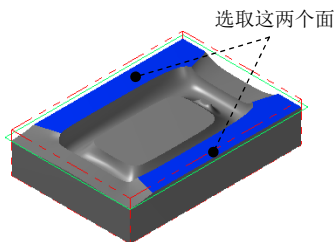
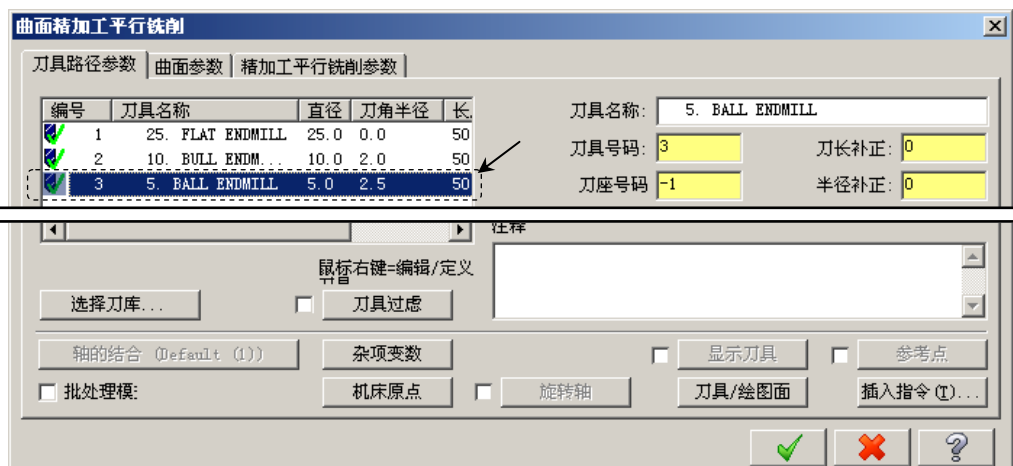

图 23.20 选取干涉面
图 23.21 “刀具路径参数”选项卡
(3) 单击 **检测** 区域中的 **鼠标** 按钮，选取图 23.20 所示的面为干涉面，然后按 Enter 键。
(4) 单击 **✓** 按钮，完成加工区域的设置，此时系统弹出“曲面精加工平行铣削”对话框。
Step3. 选择刀具。在“曲面精加工平行铣削”对话框中取消选中 **刀具过虑** 复选框，然后选择图 23.21 所示的刀具。
(1) 设置曲面参数。在“曲面精加工平行铣削”对话框中单击 **曲面参数** 选项卡，然后在